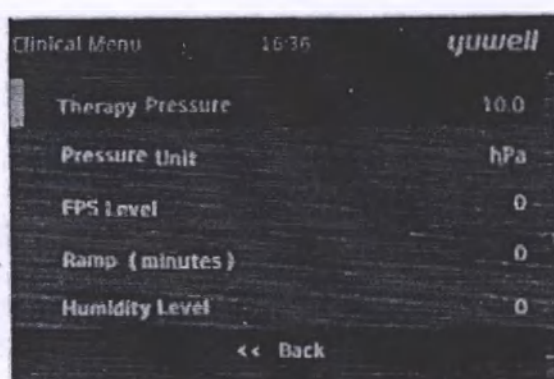

Рисунок 15 – Настройка в режиме CPAP
- Поворачивайте поворотнo-нажимной регулятор, чтобы выбрать другие настройки или нажмите на него для перехода в режим ожидания (рис.15);
- Поворачивайте поворотный-нажимной регулятор, чтобы выбрать другие настройки или нажмите на него для перехода в режим ожидания (рис.15).
- Поворачивайте поворотный-нажимной регулятор, чтобы выбрать другие настройки или нажмите на него для перехода в режим ожидания (рис. 15).
- Нажмите поворотный-нажимной регулятор для сохранения настроек (рис.15).
- Во время терапии нажмите и поворачивайте поворотный-нажимной регулятор, чтобы подстроить уровень увлажнения для повышения комфорта пациента. Для сохранения настроек нажмите поворотный-нажимной регулятор (рис. 15).